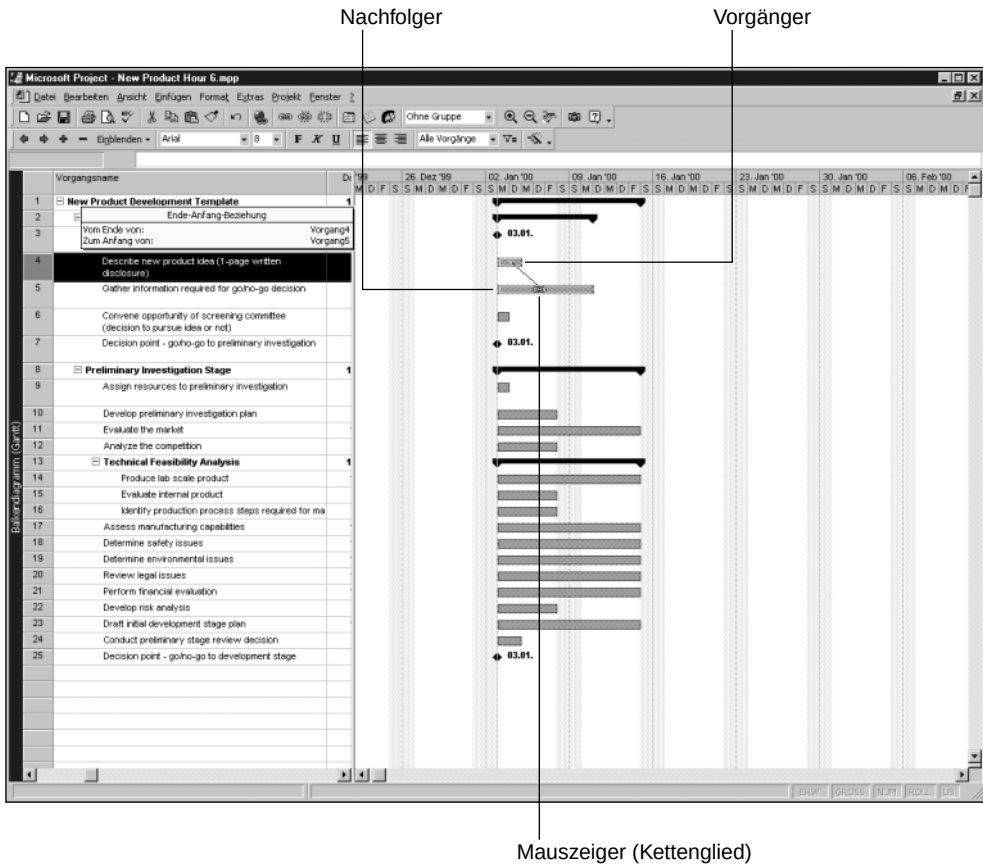

Abbildung 6.6:
Seien Sie vorsichtig! Das Klicken mit dem Mauszeiger in diesen Ansichten kann seltsame und erstaunliche Resultate erzeugen. Es ist schnell passiert, den Vorgang aus Versehen neu zu planen, seine Dauer zu ändern oder ihn als teilweise abgeschlossen zu markieren, wenn Sie nicht aufpassen. Schauen Sie genau auf die Form des Mauszeigers, nachdem Sie mit dem Ziehen begonnen haben, da jede Operation ihre eigene Form des Mauszeigers hat. Beim Verknüpfen nimmt der Mauszeiger die Form verbundener Kettenglieder an. Sie ist dem Symbol auf der Schaltfläche VORGÄNGE VERKNÜPFEN in der Standard-Werkzeugleiste ähnlich (siehe Abbildung 6.6). Wenn Sie die Maus vom ersten Vorgangsbalken wegziehen, ziehen Sie gerade nach unten (oder oben) und nicht von Seite zu Seite – da kommen dann die vorher bereits besprochenen Mausfunktionen ins Spiel.
2. Positionieren Sie den Mauszeiger auf der Mitte des Vorgängers. Es ist nicht notwendig, die Zellenreihe des Vorgangs in der Tabelle des Balkendiagramms zu markieren. In Abbildung 6.6 befand sich die Maus über Vorgang 4, als die Taste zum Ziehen gedrückt wurde.
Ein Informationsfeld zur Verknüpfung Ende-Anfang wird den Vorgänger, bei dem Sie begonnen haben, identifizieren, ebenso wie den Nachfolger, über dessen Vorgangsbalken Sie die Maus positioniert haben (siehe Abbildung 6.6). Wenn sich der gesuchte abhängige Vorgang nicht auf dem Bildschirm befindet, bewegen Sie sich an den Rand des Bildschirms. Project wird dann die Vorgangsliste scrollen, um den Vorgangsbalken auf dem Bildschirm anzuzeigen.